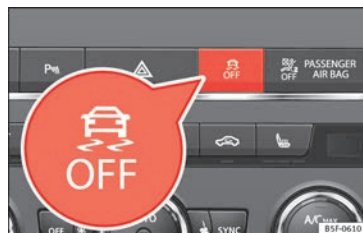

Fig. 193 Console centrale : Touche d'Activation/de désactivation de l'ESC et de l'ASR
- Appuyer sur la touche  » fig. 193 pendant environ 1 seconde permet de désactiver la fonction ASR.
- Appuyer sur la touche  » fig. 193 pendant environ plus de 3 secondes permet de désactiver le programme électronique de stabilité (ESC), y compris la fonction ASR.
- La fonction ASR et l'ESC sont réactivées en appuyant sur la touche  » fig. 193.